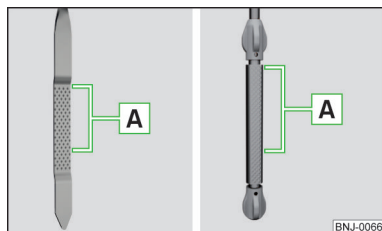

Bild 168
Oljemätsticka » bild 168
- Oljenivån får aldrig ligga över eller under området **A** » bild 168 - skaderisk på motorn och avgassystemet.